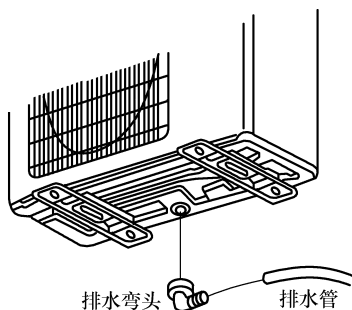

图 5-17 排水弯头安装
3) 将减震胶垫套在室外机底角上，将排水弯头和排水软管装在室外机底部。排水弯头安装如图 5-17 所示。